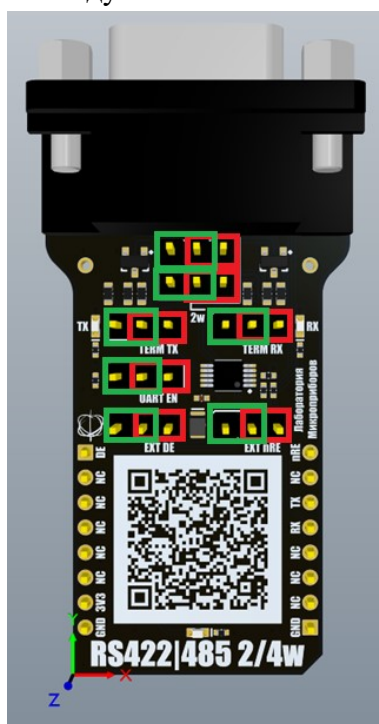

Рисунок 4.5 – Установка джамперов
- для включения терминатора на приемном канале шины необходимо установить джампер на разъеме, обозначенном “TERM RX”, в крайнее правое положение (рис. 4.5, красное поле), для выключения – в крайнее левое (рис. 4.5, зеленое поле);
- для включения терминатора на передающем канале шины необходимо установить джампер на разъеме, обозначенном “TERM TX”, в крайнее правое положение (рис. 4.5, красное поле), для выключения – в крайнее левое (рис. 4.5, зеленое поле);
- для активации возможности задания уровня DE (включение режима передачи по четырехпроводному интерфейсу) через разъем mikroBUS необходимо установить джампер на разъеме, обозначенном “EXT DE”, в крайнее правое положение (рис. 4.5, красное поле), для деактивации – в крайнее левое (рис. 4.5, зеленое поле);
- для активации возможности задания уровня nRE (включение режима приема по четырехпроводному интерфейсу) через разъем mikroBUS необходимо установить джампер на разъеме, обозначенном “EXT nRE” в крайнее правое положение (рис. 4.5, красное поле), для деактивации – в крайнее левое (рис. 4.5, зеленое поле) (примечание: при активном режиме UART (см. далее), сигнал nRE деактивирован);
- для активации режима работы на шинах RS422/485 необходимо установить джампер на разъеме, обозначенном “UART EN”, в крайнее левое положение (рис. 4.5, красное поле), для работы в режиме UART – в крайнее правое (рис. 4.5, зеленое поле);
- для активации режима работы по 4-х проводной шине RS485 необходимо одновременно установить джамперы на разъемах, обозначенных “2w”, в крайнее левое положение (рис. 4.5, зеленое поле), для работы в полудуплексе – в крайнее правое (рис. 4.5, красное поле).